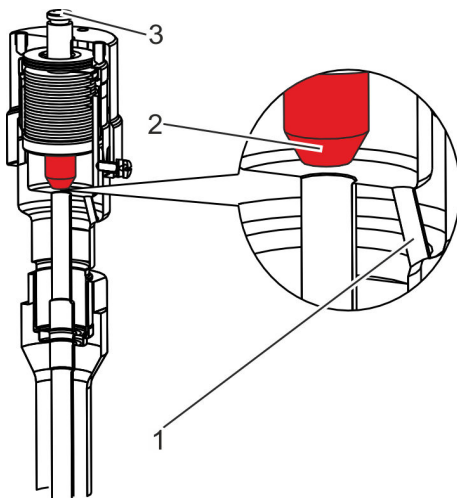

Abb. 8: Überschreitung des Ansprechdrucks
Überschreitet der Druck im Absperrschieber den Ansprechdruck der federbelasteten Überdrucksicherung, wird der Kegel (Abb. 8/2) aus dem Sitz gehoben und der Überdruck wird durch die Ausblaseöffnung (Abb. 8/1) abgebaut. Das Gehäuse wird entlastet.
- an der vertikalen Bewegung des aus dem Gehäuse austretenden Führungsstücks (Abb. 8/3)